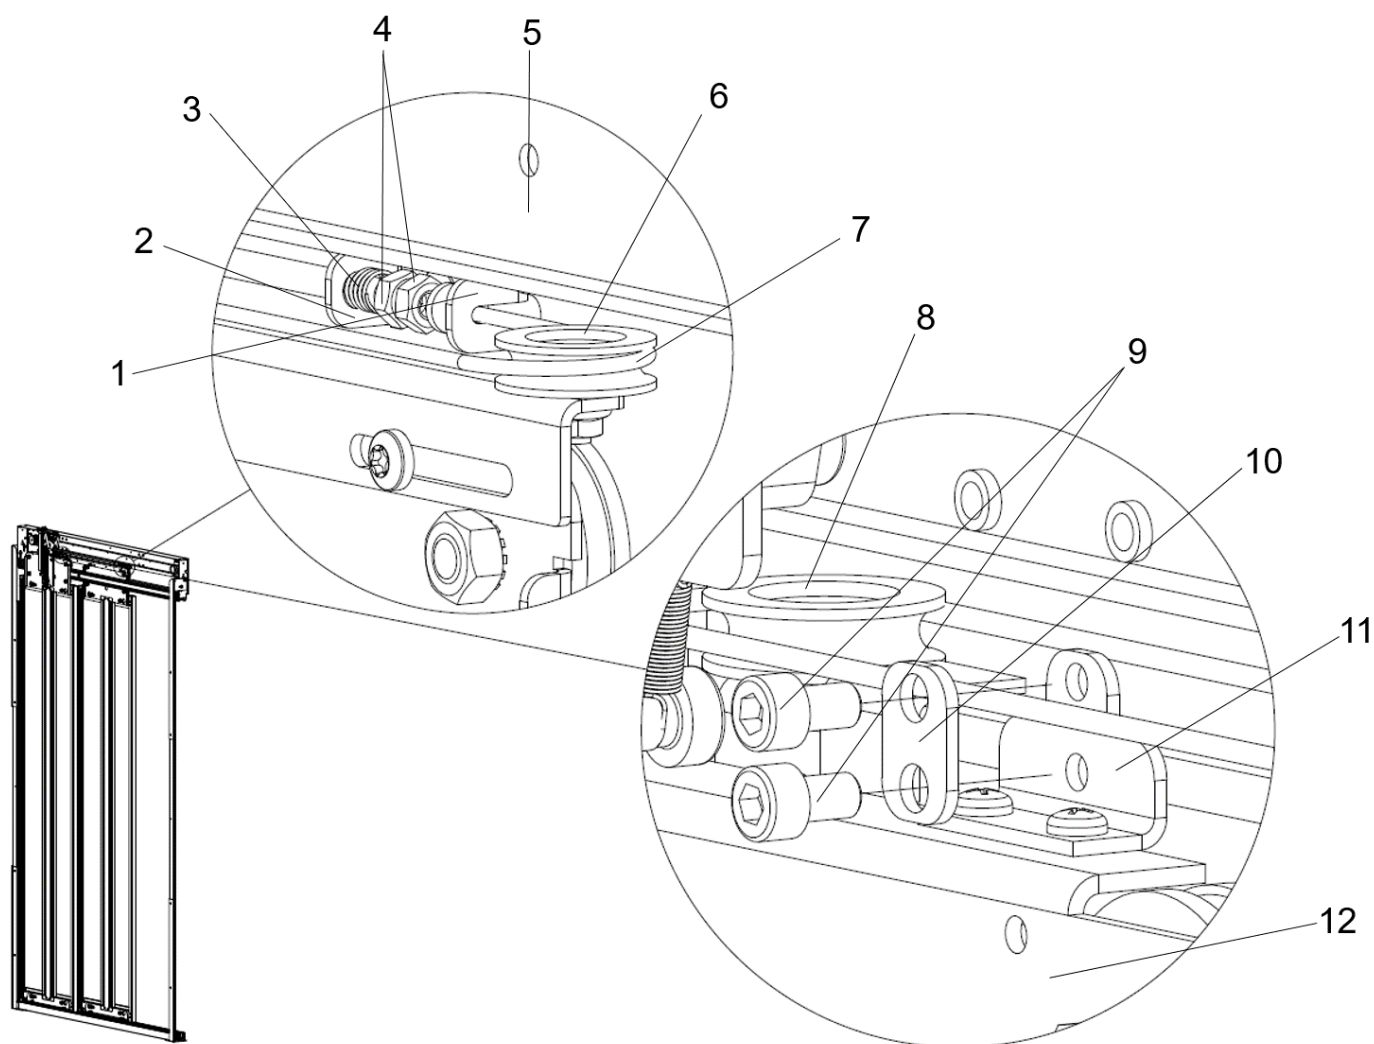

Fig. 48 Byte av synkroniseringsvajer
1. Skruva ur skruvarna (4) som håller synkroniseringsvajern (7) och fjädern (3), och låt synkroniseringsvajern glida ut genom synkroniseringsvajerns första hål (2) i dörrlådan (5), se Fig. 48.
2. Skruva ur skruvarna (9) och avlägsna den lilla plattan (10) på anslutningen för